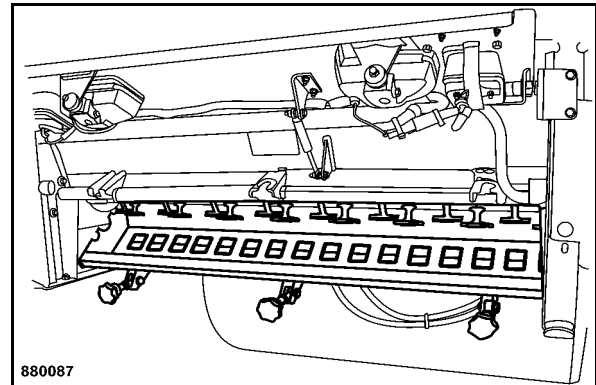

Fig. 129
- Enlever les saletés sur la poutre (Fig. 129), en particulier les traces d'asphalte.